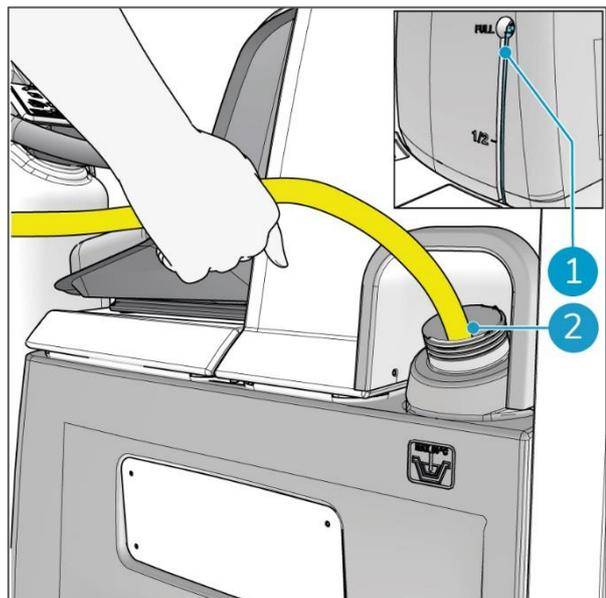

Figure 20
2. Placez un tuyau d'eau dans l'ouverture (Figure 20, pos. 2).
3. Tout en surveillant l'indicateur de niveau de la solution (Figure 20, pos. 1), remplissez le réservoir avec 58 l d'eau au maximum.